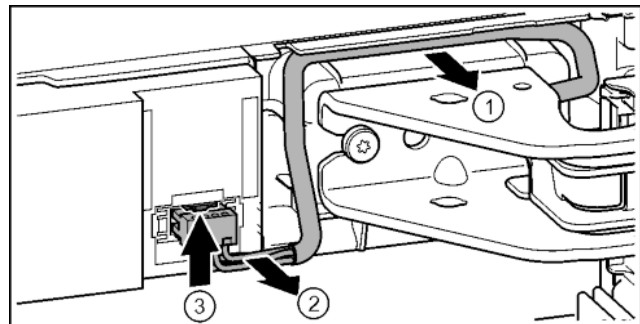

Fig. 17
- Kabel über Lagerbock vorsichtig aus der Führung lösen. Fig. 17 (1)
- Kabellitzen vorsichtig aus Kanal ziehen. Fig. 17 (2)
- Lasche nach oben drücken und Stecker vorsichtig herausziehen. Fig. 17 (3)